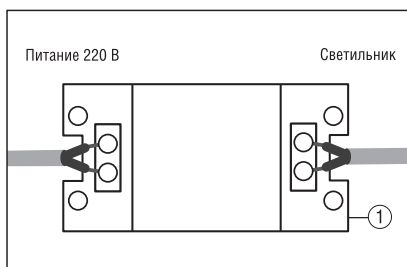
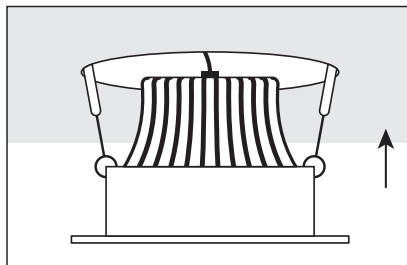

Рис. 2
Рис. 3
- Снимите защитный кожух драйвера (1).
- Подключите сетевой кабель к драйверу светильника (рис.2).
- Оденьте защитный кожух драйвера (1).
- Установите светильник во врезное отверстие (рис.3).